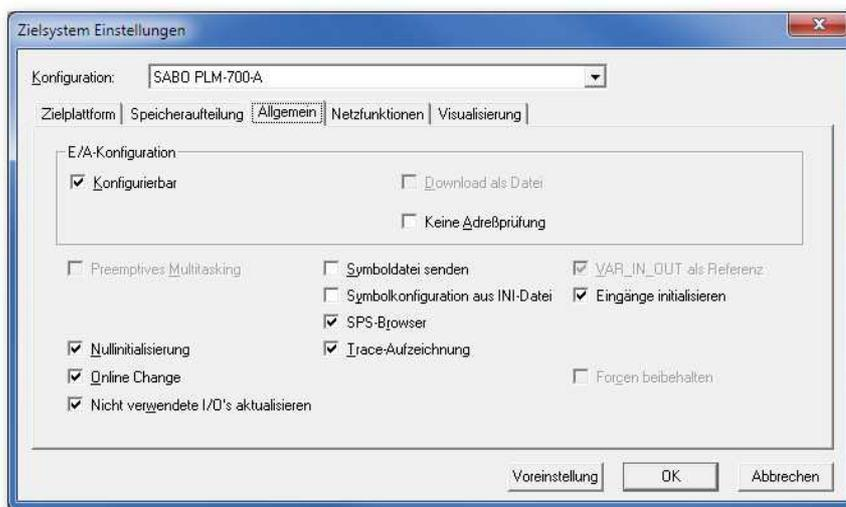

Abb. 1-6: Zielsystem Einstellungen → Allgemein
- Unter *Zielsystem Einstellungen* → *Allgemein* ist *Nicht verwendete I/Os aktualisieren* einzuschalten (Abb. 1-6).